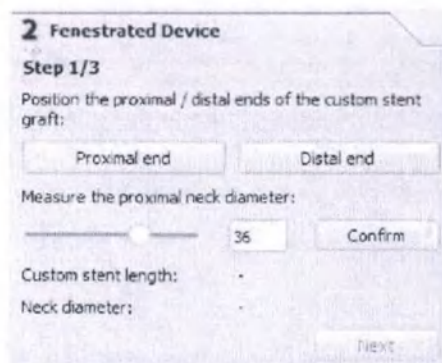

Рисунок 8: Модуль оперативной помощи определения длины и диаметра
- Перемещайтесь вдоль центральной линии и нажмите на соответствующие кнопки для подтверждения положения концов эндографта (Рисунок 8).